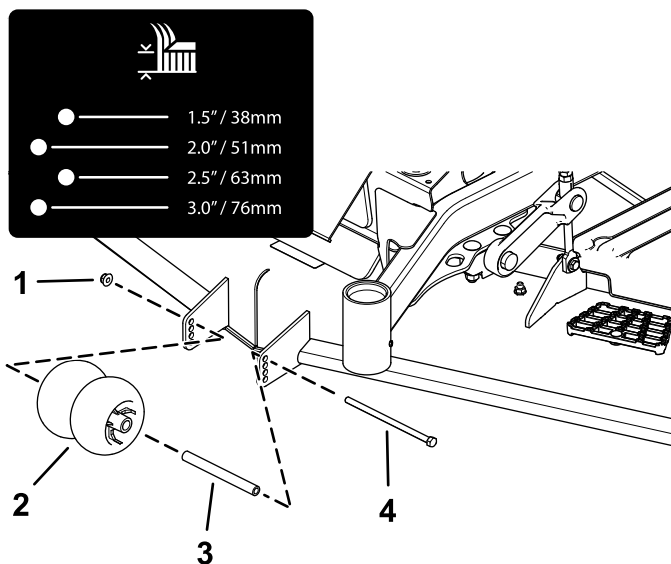
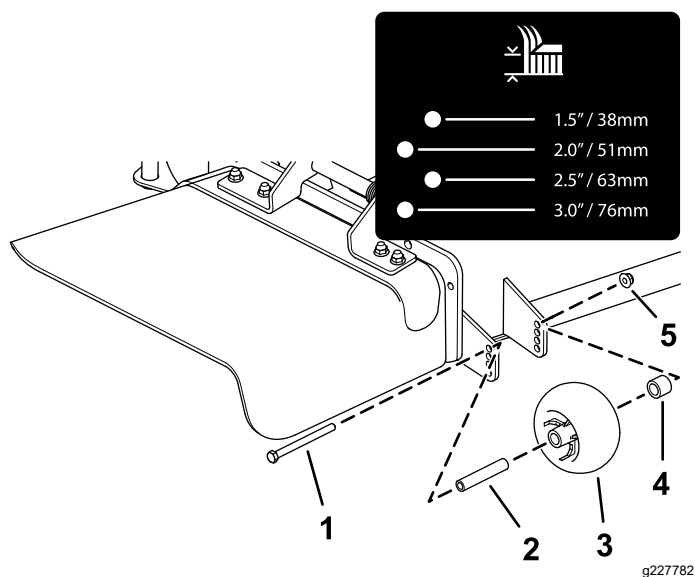
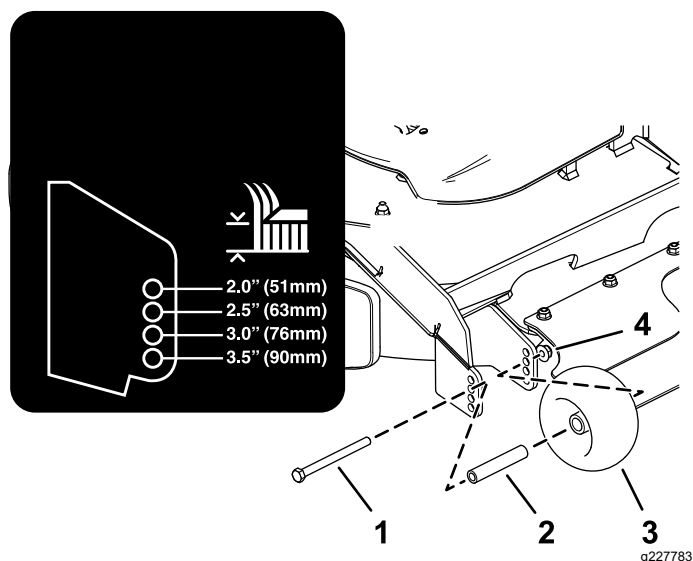
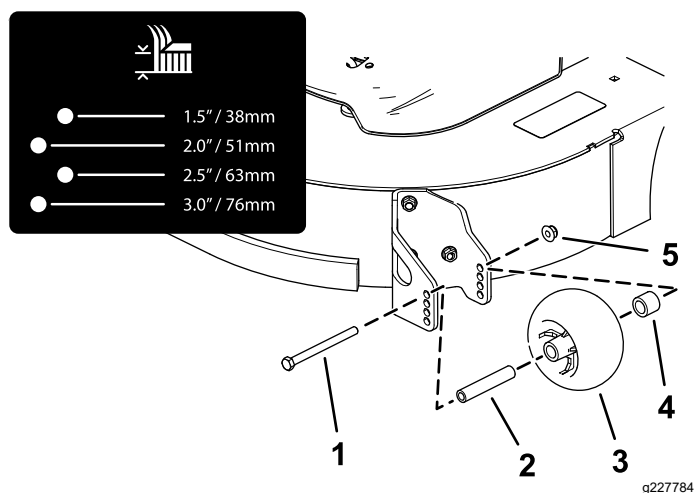

Bild 26
Bild 27
Bild 29
Bild 28
4. Stellen Sie die Antiskalpierrollen ein, wie in Bild 26, Bild 27, Bild 28 und Bild 29 dargestellt.